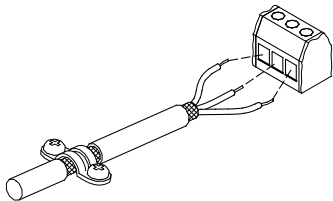

图 10 剥离电缆带屏蔽和电线接头
- 用高质量的屏蔽接头将电缆的屏蔽接到框架的两端。确保屏蔽尽量靠近终端。见图10。